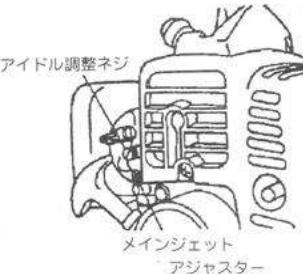

図24
- ①気化器の調整は、工場出荷時に済んでおりますので、なるべくさらないでください。
- ②メインジェットアジャスターは、全開位置から $1\frac{3}{4}$ 回転戻しが標準開度です。（右回しで薄く、左回しで濃くなります。）（図24）